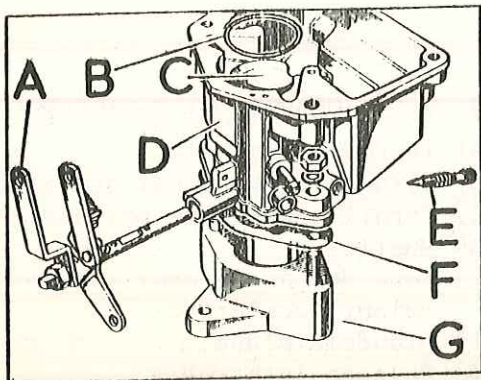

Fig. L2-10 Cuerpo del carburador y adaptador
- 3.21. Fijar el adaptador, G (Fig. L2-10), al cuerpo del carburador, utilizando una junta nueva, F, y apretar por igual las tuercas.